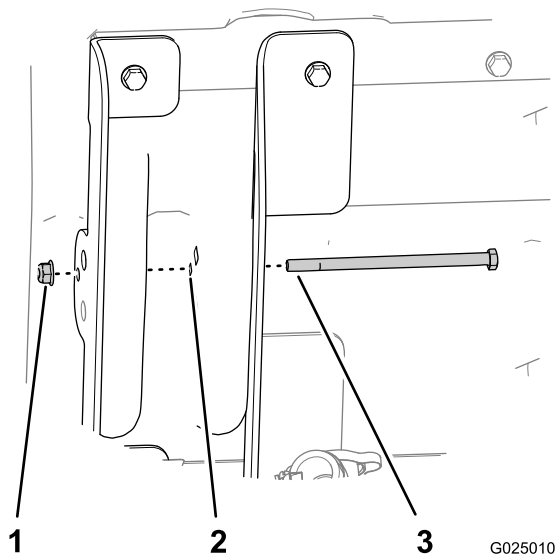

Bild 6
6. Stecken Sie die Sechskantschraube (5/16 x 5-1/2 Zoll) durch die kleine Öffnung in der inneren Ladepritschenhalterung (lange Flansche), die Ladepritschenstruktur und die äußere Ladepritschenhalterung (kurze Flansche), siehe Bild 6.
7. Befestigen Sie die Schraube mit der Bundmutter (5/16 Zoll), bis sie handfest sitzt (Bild 6).
- Ziehen Sie die Bundmutter an, mit der die Schraube (5/16 Zoll) befestigt ist, bis sie bündig ist (Bild 6).